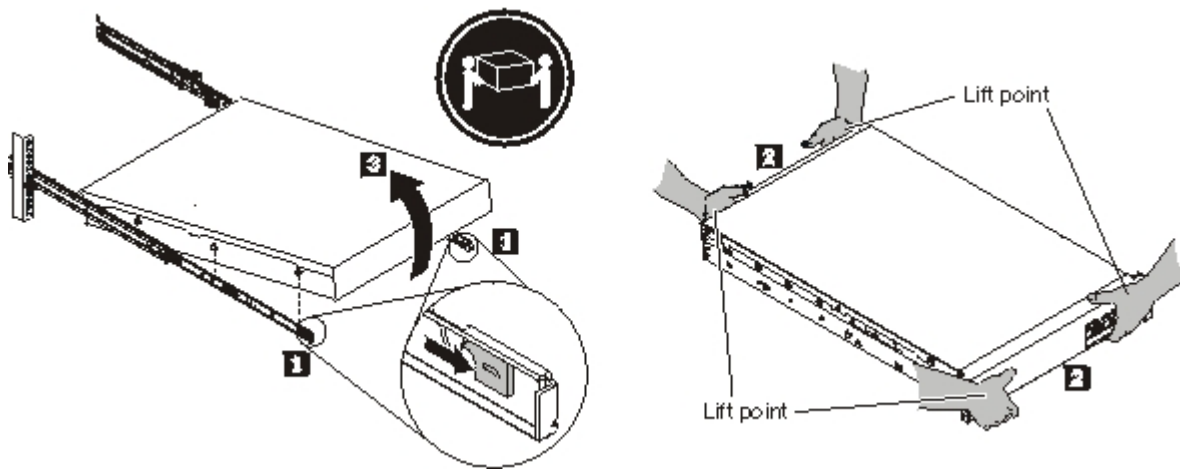

Figura 29. Liberando y rotando la parte frontal del dispositivo
Nota: Asegúrese de que dos personas levanten el dispositivo, con las dos manos colocadas como ilustra **2** en Figura 29.
1. Libere y rote la parte delantera del dispositivo, como se muestra en la Figura 29.